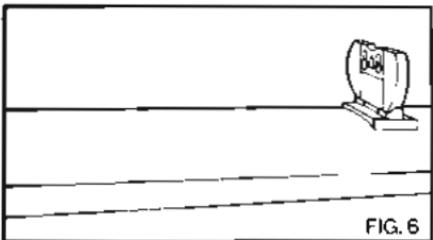

FIG. 6
**SIGHT ADJUSTMENTS** — Your gun can be adjusted to shoot higher by loosening the two small screws on the back of the leaf and moving the blade up one or more lines. In order to shoot lower, the blade can be lowered. Retighten the screws when finished with adjustment. (Figure 6).
Pour le réglage vertical du tir. Il suffit de desserrer les deux petites vis situées à l'arrière de la hausse et faire glisser le feuillet de hausse d'un ou plusieurs crans vers le haut pour tirer plus haut ou vers le bas pour tirer plus bas. Resserer les vis (Fig. 6). Pour le réglage horizontal du tir procéder de la manière suivante. Pour tirer plus à droite déplacer la hausse vers la droite en tapant de petits coups de marteau sur l'embase de la hausse (utiliser de préférence un marteau en fibre ou en cuivre pour ne pas la détériorer) pour obtenir un tir plus à gauche. procéder en sens contraire.
Um eine Höhenverstellung des Visiers zu erreichen. Iosen Sie die zwei kleinen Schrauben an der Rückseite des Kimmenblattes. Bei einem Tieleschuß scheiben Sie das Kimmenblatt nach oben und bei einem Hochschuß nach unten. Achten Sie darauf, daß die Schrauben nach dem Einstellen wieder fest angezogen werden (Abb. 6). Für eine Seitenverstellung wird die Kimmme in der Schwabenschwanzführung mit einem geeigneten Werkzeug nach links bzw. nach rechts geschlagen. Benutzen Sie nach Möglichkeit ein Werkzeug aus Messing, damit das Visier nicht beschädigt wird.
Si rifle queda ajustado para disparar más alto con solo aflojar los dos tornillos situados detrás de la lámina y moviéndolo hacia arriba una o mas líneas. Para disparar mas bajo, bajar la lámina. Volver a apretar los tornillos una vez que se ha hecho el ajuste (Fig. 6). Dando un ligero golpecito, hacia la derecha, en la base del alza posterior (donde esta unida al cañón) su rifle disparará mas hacia la derecha. Para ajustarlo hacia la izquierda, hay que dar el golpecito a la base, hacia la izquierda. Tengan cuidado de no estropear el acabado o modificar la inclinación de las miras cuando se hagan los ajustes. Para llevar a cabo esta operación es conveniente hacerlo con un martillo de bronce o fibra.